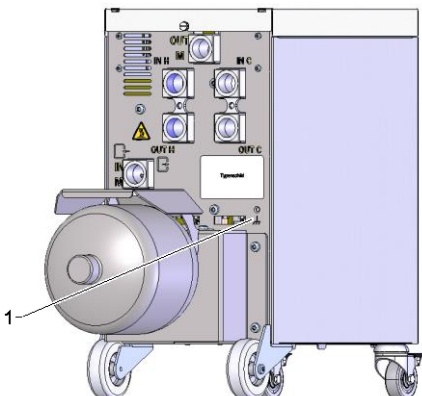

Fig. 17: Tierra funcional
Las fuentes importantes de interferencias EMV en la proximidad del módulo de conmutación pueden afectar a su funcionamiento. En tales casos, la carcasa de la unidad de conmutación se debe conectar a tierra mediante una cinta de conexión (para el punto de conexión de la tierra funcional, véase (1) Fig. 17).